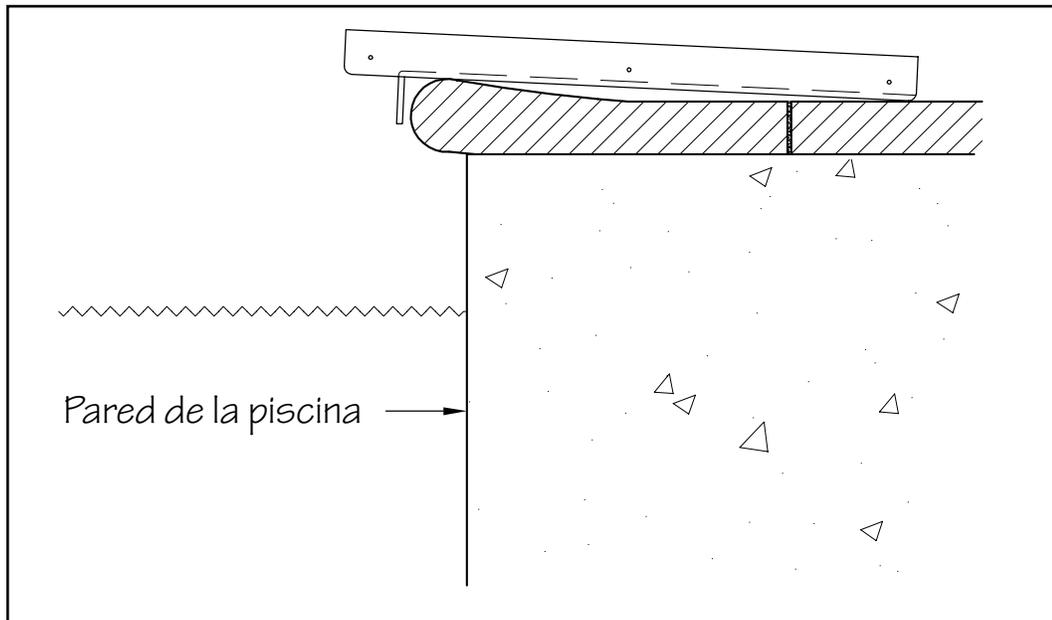

Fig. 8.1
- 8.2 Coloque la bandeja de la cubierta de la manguera sobre la cubierta de la piscina de manera que la lengüeta vertical de la bandeja quede firmemente sellada frente al remate. El remate DEBE soportar por entero a la bandeja de la cubierta de la manguera. La bandeja debe estar centrada a la Fastlane. Si la piscina tiene remate de zócalo, la bandeja de la cubierta de la manguera puede estar algo fuera del nivel, como muestra la Fig. 8.1.